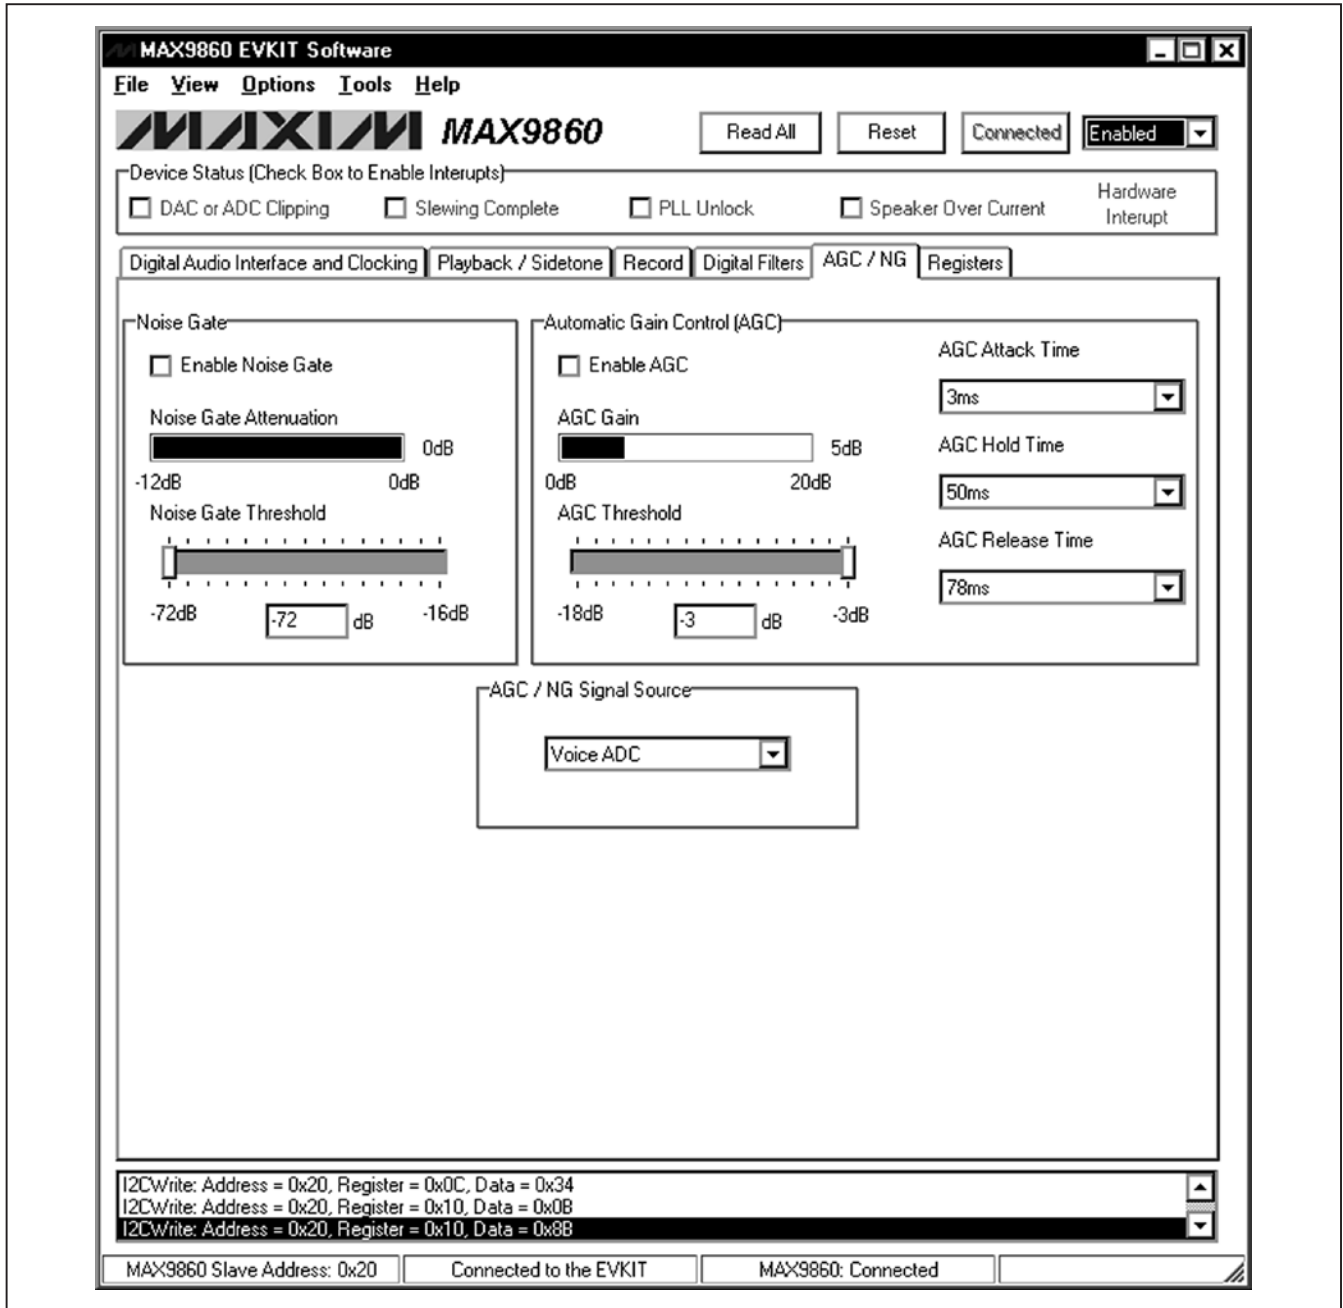

图6. MAX9860评估软件(AGC / NG标签页)
**AGC / NG**标签页(图6)包括MAX9860的噪声门限和自动增益控制的设置。